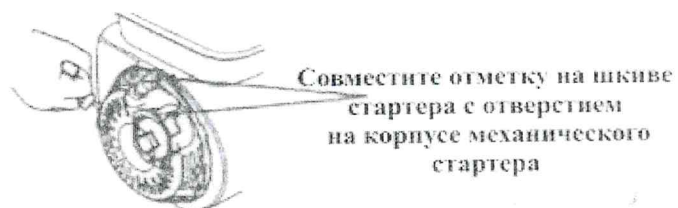

Рис.33
3. Медленно потяните рукоятку стартера, пока не почувствуете легкое сопротивление, продолжайте тянуть, пока паз на шкиве стартера не поравняется с отверстием на стартере. В этот момент всасывающий и выхлопной клапан закрыты, и это предотвращает коррозию внутренней поверхности. (Рис. 33).